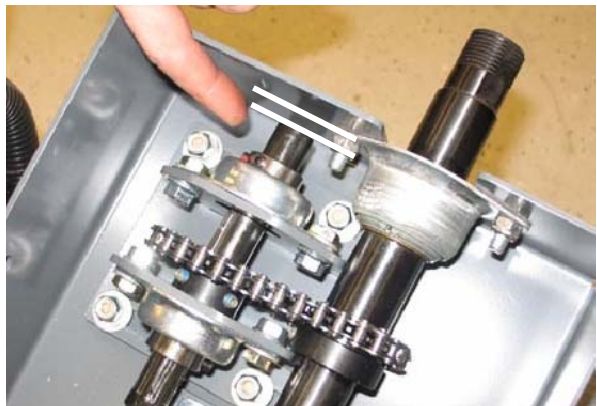

FIG. 31
3. Posizionare l'albero dello sterzo nel canale dello sterzo come mostrato nella Fig. 31.